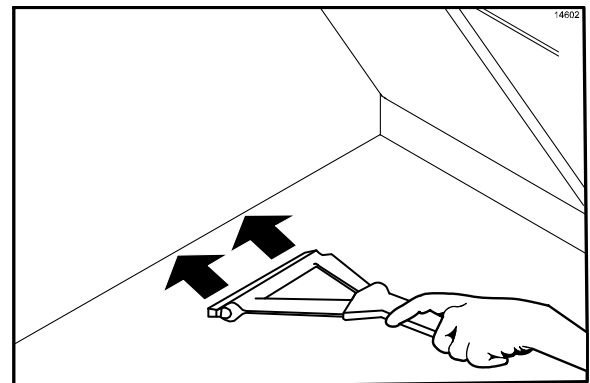

Abbildung 85
11. Das angesammelte Fett mit dem Abzieher in die Fettsammelbehälter ziehen. (Siehe Abbildung 85.)